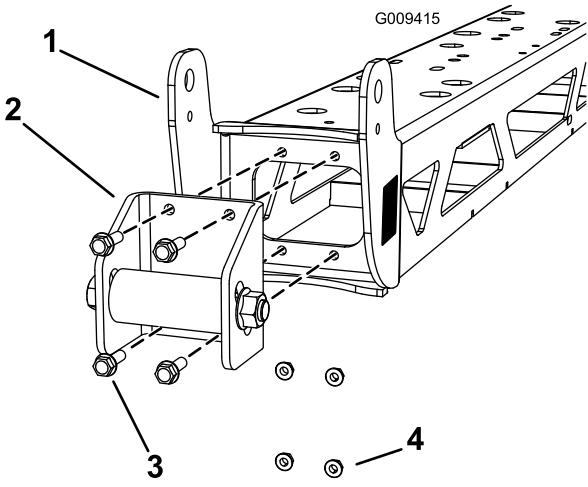

Bild 1
2. Entfernen Sie die vier Schrauben (5/16 x 1 Zoll) und Muttern (5/16 Zoll) mit denen die Anschlüsse am mittleren Auslegerrahmen befestigt sind, wie in (Bild 1) dargestellt.